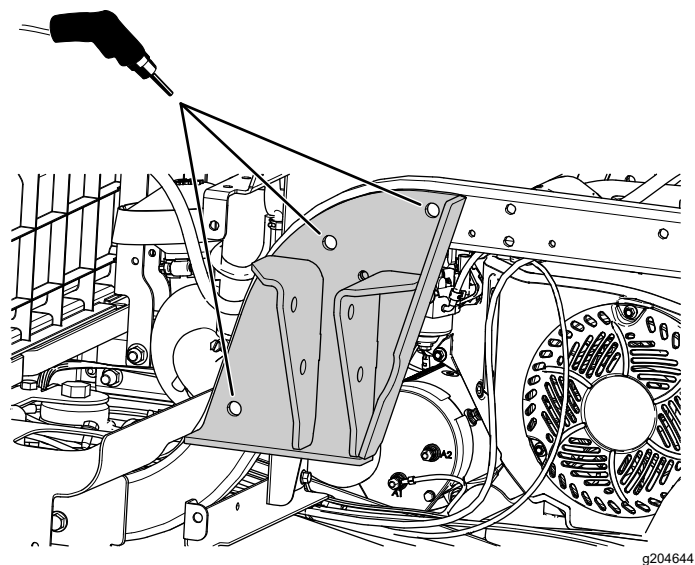

Рисунок 21
4. Используя кронштейн ROPS в качестве шаблона, просверлите 3 отверстия диаметром 13,5 мм в раме (Рисунок 21).